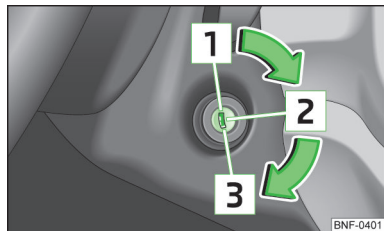

Fig. 78
Posicionamiento de la llave del vehículo en la cerradura de encendido » fig. 78
- Girar la llave a la posición **1** » fig. 78 de la página 78.